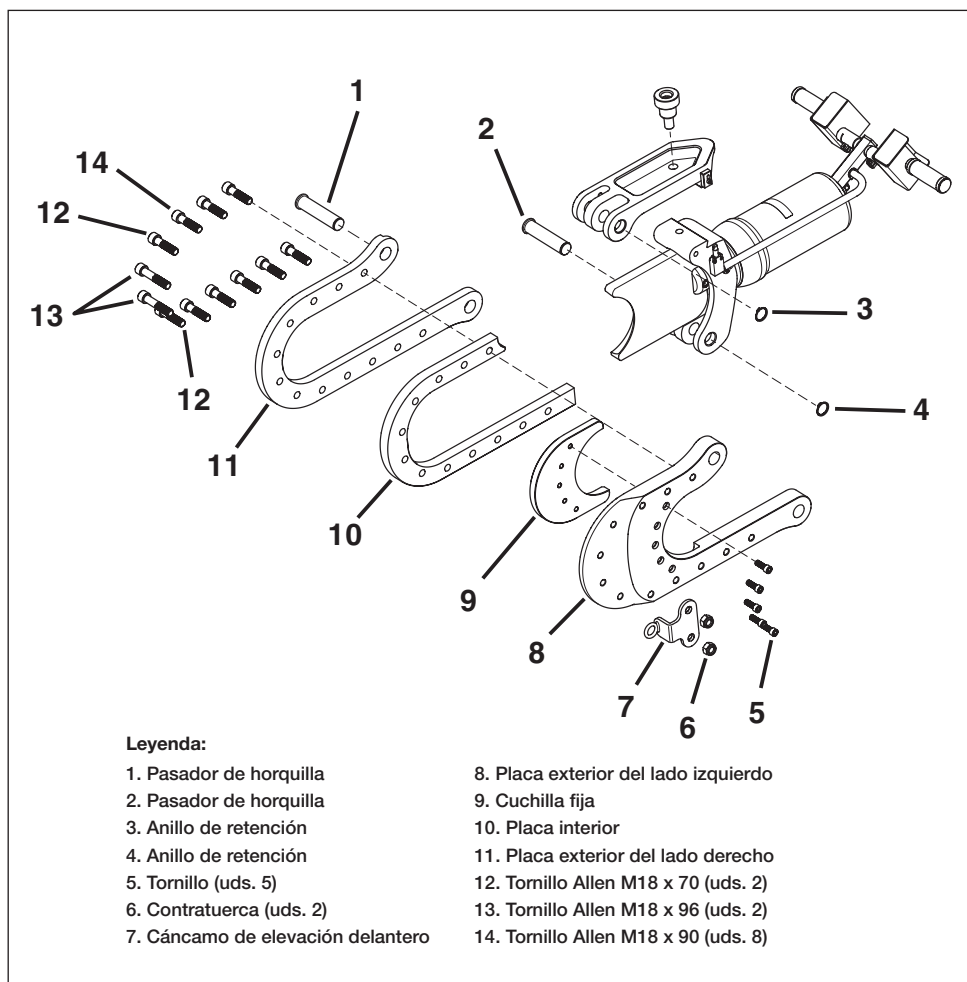

Figura 11, Sustitución de cuchilla fija
6. Retire el anillo de retención (Figura 11, pieza 4). Retire el pasador de horquilla (Figura 11, pieza 2) y el cabezal de corte (Figura 11, piezas 5-14).
7. Retire los dos tornillos Allen (Figura 11, pieza 13), contratueras (Figura 11, pieza 6) y el cáncamo de elevación delantero (Figura 11, pieza 7).
8. Retire los dos tornillos Allen (Figura 11, pieza 12) y los ocho tornillos Allen (Figura 11, pieza 14).
9. Separe la placa exterior del lado izquierdo (Figura 11, pieza 8), la placa interior (Figura 11, pieza 10) y la placa exterior del lado derecho (Figura 11, pieza 11).
10. Retire los cinco tornillos de la cuchilla fija (Figura 11, pieza 5) y la cuchilla fija (Figura 11, pieza 9).
11. Monte la nueva cuchilla fija (Figura 11, pieza 9) en la placa exterior del lado izquierdo (Figura 11, pieza 8) con cinco tornillos de la hoja fija (Figura 11, pieza 5) y apriete a un torque de 64 ft-lb [87 Nm]. También aplique Loctite 243 o un producto equivalente.
12. Monte la placa exterior del lado izquierdo (Figura 11, pieza 8), la placa interior (Figura 11, pieza 10) y la placa exterior del lado derecho (Figura 11, pieza 11) con ocho tornillos Allen (Figura 11, pieza 14) y dos tornillos Allen (Figura 11, pieza 12). Apriete a un torque de 213 ft-lb [289 Nm].
13. Coloque los dos tornillos Allen (Figura 11, pieza 13), cáncamos delantero (Figura 11, pieza 7) y contratueras (Figura 11, pieza 6) y apriete a un torque de 213 ft-lb [289 Nm].
14. Fije el cabezal de corte (Figura 11, piezas 5-14) al cuerpo de la herramienta utilizando el pasador de horquilla (Figura 11, pieza 2) y el anillo de retención (Figura 11, pieza 4).